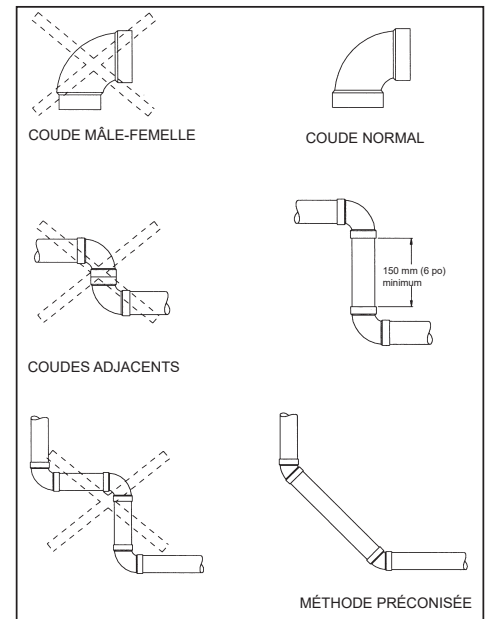

Figure 24. Utilisation des coudes de tuyau d'évacuation
- Maintenir une portion droite d'au moins 150 mm (6 po) entre deux coudes. Les coudes très rapprochés ou à rayon court réduisent la capacité d'évacuation. **Figure 24** (page 23) montre des exemples de raccords de tuyauterie d'évacuation.